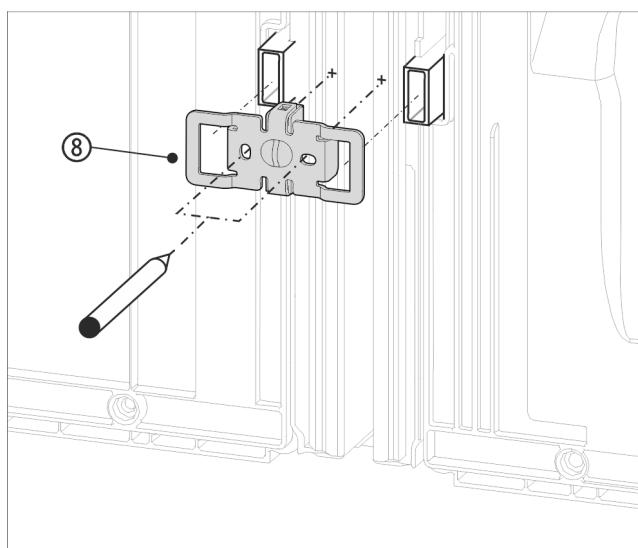

Fig. 16 Simbolična slika
- ▶ Kotnik Fig. 16 (8) z odprtinami potisnite preko nosilca za stenske distančnike.